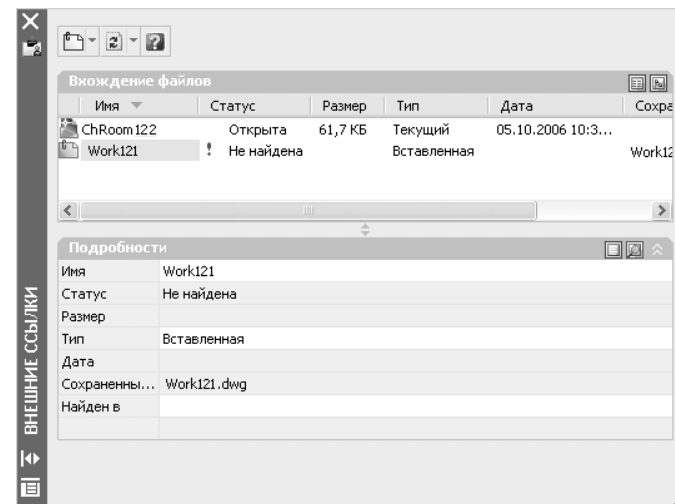

Рис. 12.21 ▼ AutoCAD обнаружил, что файл внешней ссылки отсутствует по пути, сохраненному в файле главного чертежа
**Внимание.** Если AutoCAD не сможет открыть файл внешней ссылки, вы об этом никак не узнаете – на экране не появится ни окон сообщений, ни других визуальных средств, извещающих пользователя об отсутствующих файлах (строго говоря, сообщения есть, но увидеть их неподготовленному пользователю не так-то просто). Единственное, что изменится на экране – это пиктограмма **Диспетчер внешних ссылок** (Manage Xrefs) в области системных уведомлений, которая находится в правом нижнем углу окна AutoCAD левее кнопки раскрытия списка команд, определяющих вид строки состояния. Если в открытом чертеже отсутствуют внешние ссылки или имеются не обновленные ссылки, на этой пиктограмме появится изображение восклицательного знака. Щелчок на пиктограмме приведет к открытию палитры **Внешние ссылки** (External References), в которой сразу же можно идентифицировать источник проблемы – внешнюю ссылку, обозначенную в столбце **Статус** (Status) красным восклицательным знаком и надписью **Не найдена** (Not Found) (рис. 12.21).